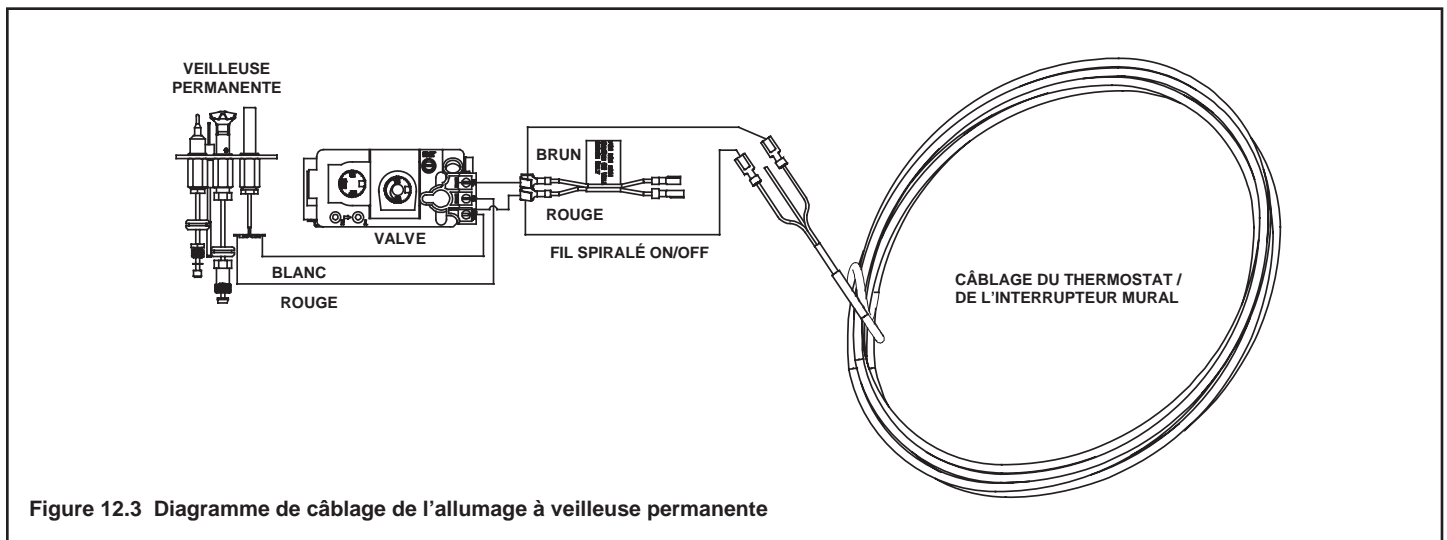

Figure 12.3 Diagramme de câblage de l'allumage à veilleuse permanente
- Ce système d'allumage à veilleuse permanente n'a pas besoin de source d'alimentation de 110 V c.a. pour fonctionner. Voir la Figure 12.3.